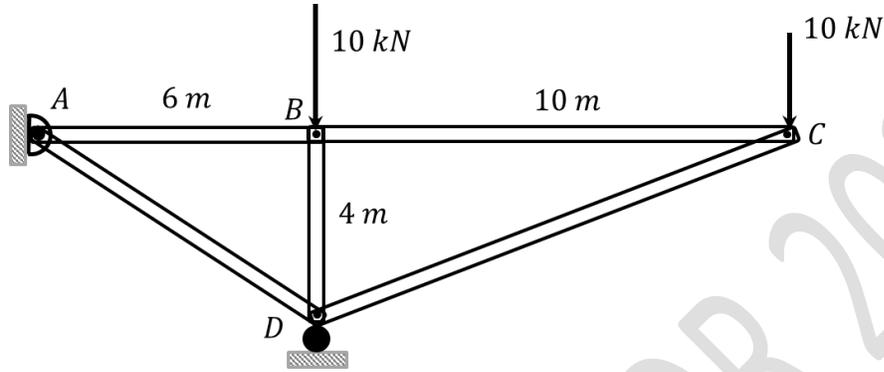

Fig. 5.19.
5.6.- Una estructura está compuesta por cinco varillas ligeras. El conjunto está montado sobre un pasador en A y un soporte en D. Sobre la estructura se aplican dos fuerzas de 10 (kN) como muestra la Fig. 5.19. Determinar las fuerzas en cada elemento y establezca si están en tensión o compresión.